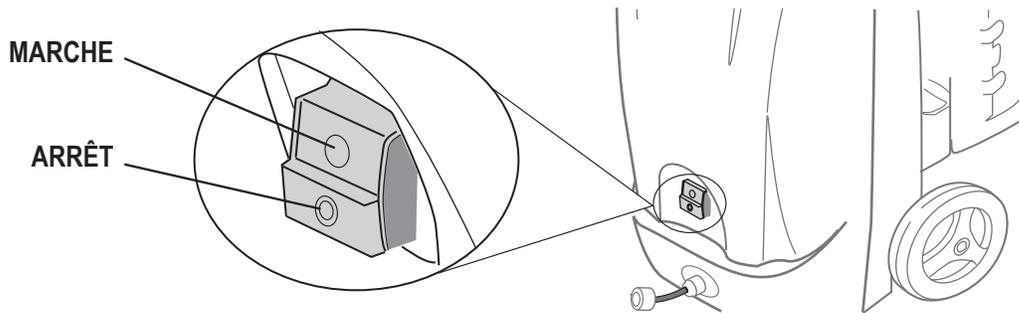

Fig. 4
7. Appuyez sur le bouton on/off (marche/arrêt) pour démarrer le pulvérisateur. (Fig. 4)